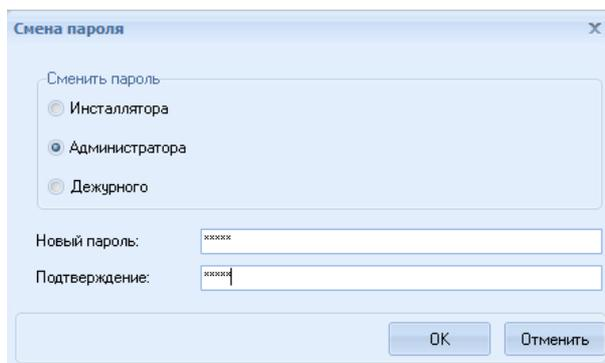

Рис. 8 Окно Смена пароля
- **Задать пароль** - пункт меню, позволяющий открыть диалоговое окно **Смена пароля**, в котором можно сменить пароль инсталлятора, администратора или дежурного (Рис. 8). Как настроить права пользователей См. 3.3.